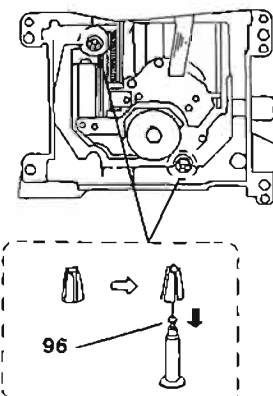

Abb. 19 Fig. 19
- Zum Ausbau der Absteineinheit den Klebstoff von den Halteklappen mit einem Messer oder ähnlichem Werkzeug entfernen, dann die Steckachsen **96** (Abb. 19) zurückdrücken.
- Remove the adhesive off the caps installed in the pin with a cutter or similar tool and then remove the inserted pins **96** (Fig. 19).